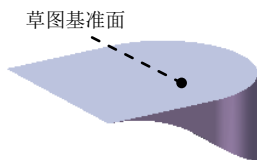

图 11.3.4 切除—拉伸 1
(4) 单击 按钮，完成凸台—拉伸 1 的创作。
Step3. 创建图 11.3.4 所示的零件特征——切除—拉伸 1。
(1) 选择命令。选择下拉菜单 **插入(I)** → **切除(C)** → **拉伸(E)...** 命令。
(2) 定义特征的横断面草图。
① 定义草图基准面。选取图 11.3.4 所示的模型表面为草图基准面。